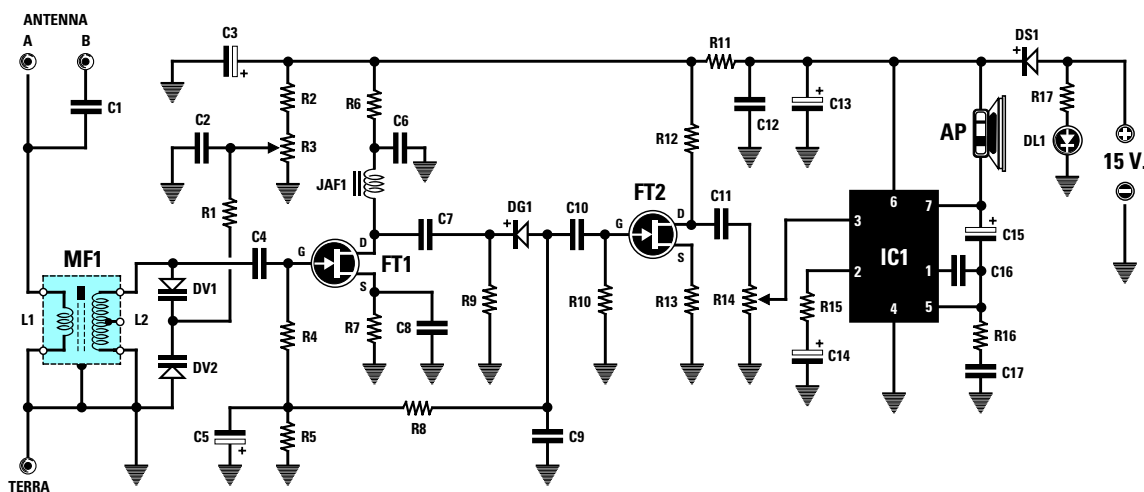

Fig.352 Schema elettrico del ricevitore per Onde Medie ed elenco dei componenti.
Iniziamo la descrizione di questo progetto dallo schema elettrico riprodotto in fig.352 per spiegarvi, passo per passo, tutte le funzioni svolte dai vari componenti.
**Fig.354** Un segnale RF modulato in ampiezza presenta sempre sovrapposto sulle due estremità superiore ed inferiore il segnale di BF. Questo segnale applicato sull'ingresso del diodo DG1 lascerà passare le sole "semionde negative" compreso il segnale BF ad esse sovrapposto. Il condensatore C9 da 100 pF collegato tra l'uscita del diodo DG1 e la massa (vedi fig.352) eliminerà il segnale RF ma non il segnale di BF.